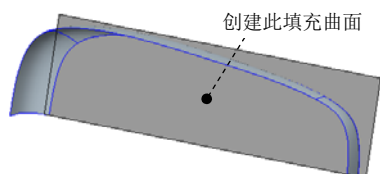
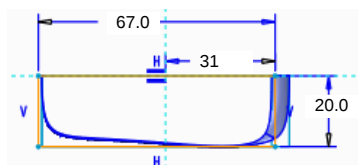

图 10.5.66 填充曲面
图 10.5.67 截面草图
Step1. 创建图 10.5.66 所示的填充曲面。
(1) 单击 **模型** 功能选项卡 **曲面** 区域中的  填充按钮。
(2) 在图形区右击, 从弹出的快捷菜单中选择 **定义内部草绘...** 命令; 选取 DTM1 基准平面为草绘平面; 选择 RIGHT 基准面为参考平面, 方向为 **左**; 绘制图 10.5.67 所示的截面草图。
(3) 单击操控板中的  按钮。